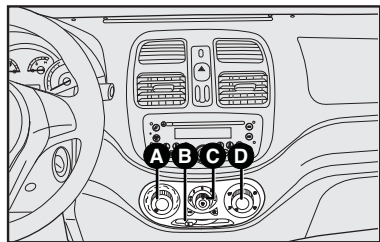

fig. 43
COMANDOS - fig. 43
1) Seletor para a temperatura do ar **A-fig. 43** totalmente posicionado à esquerda.
2) Seletor do ventilador **C-fig. 43** posicionado na velocidade máxima.
3) Seletor de distribuição do ar **D-fig. 43** apontado para ☛; controlar para que todas as saídas de ar estejam totalmente abertas.
4) Ligar o ar-condicionado apertando o seletor **C-fig. 43**.
O ar-condicionado é muito útil para acelerar o desembaçamento, pois desumidifica o ar. É suficiente regular os comandos para a função de desembaçamento e ativar o condicionador, apertando o seletor **C-fig. 43**.
1) Condicionador de ar ligado: seletor **C-fig. 43**.